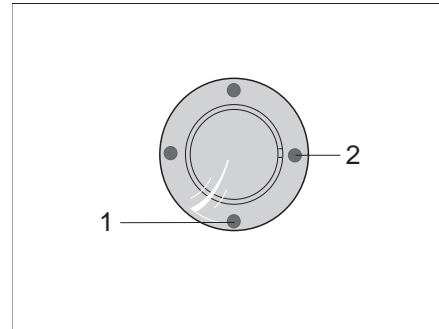
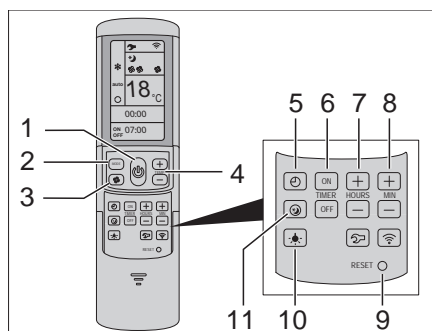

Fig. 206 Receptor IR/Indicación de la función
Fig. 207 Mando a distancia
La instalación de aire acondicionado está colocada en el techo del vehículo. El mando a distancia (Fig. 207) de la instalación de aire acondicionado está en la zona de la cocina.
- La instalación de aire acondicionado está lista para el funcionamiento. El LED azul (Fig. 206,1) se enciende.
- Para conectar pulsar la tecla (Fig. 207,1) en el mando a distancia. El LED azul (Fig. 206,1) parpadea.
- Ajustar con la tecla MODE (Fig. 207,2) el modo de funcionamiento deseado.
- Si es necesario, ajustar con la tecla (Fig. 207,3) el nivel deseado del ventilador y con las teclas (Fig. 207,4) la temperatura ambiente.
Una vez alcanzada la temperatura ajustada en mando a distancia, el LED azul (Fig. 206,1) se apaga, el compresor se apaga y el ventilador de circulación de aire continúa funcionando.
- Para la desconexión pulsar de nuevo la tecla (Fig. 207,1) en el mando a distancia.
- Para la programación, encender la instalación de aire acondicionado con la tecla (Fig. 207,1) en el mando a distancia.
- Con la tecla (Fig. 207,2) ajustar el modo de funcionamiento deseado y con las teclas (Fig. 207,4) la temperatura ambiente.
- Con las teclas (Fig. 207,6) seleccionar la función deseada:
- Con las teclas (Fig. 207,7 y 8) seleccionar la hora de conexión deseada (15 minutos hasta 24 horas).
- Confirmar el ajuste con "ON" o "OFF" (Fig. 207,6).